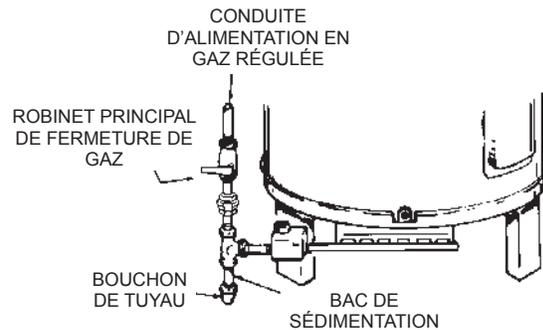

FIGURE 21.
Pour piéger toute poussière ou corps étrangers dans la conduite d'alimentation en gaz, un bac de sédimentation doit être incorporé dans la tuyauterie (voir Figure 21). Le bac de sédimentation doit être facilement accessible et ne pas être susceptible d'être soumis à des conditions de gel. Installer le bac conformément aux recommandations du fournisseur de gaz. Consulter également la version la plus récente du National Fuel Gas Code.
1. Pour les pressions d'essais supérieures à 3,45 kPa (1/2 lb/po2), déconnecter le chauffe-eau et son robinet d'arrêt de gaz principal du système de tuyauterie d'alimentation en gaz pendant les tests, voir la Figure 21. La conduite d'alimentation en gaz doit être bouchée lorsqu'elle est déconnectée du chauffe-eau.